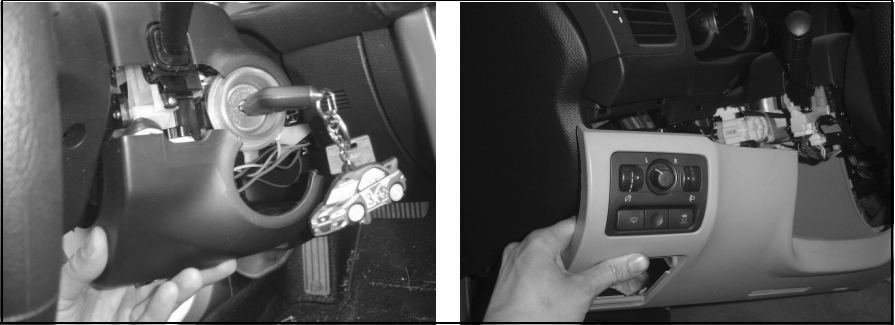

Abb. 7: Plastik-Abdeckung entfernen
- Entfernen Sie die Plastik-Abdeckung unterm Lenkrad (siehe Abb. 7).